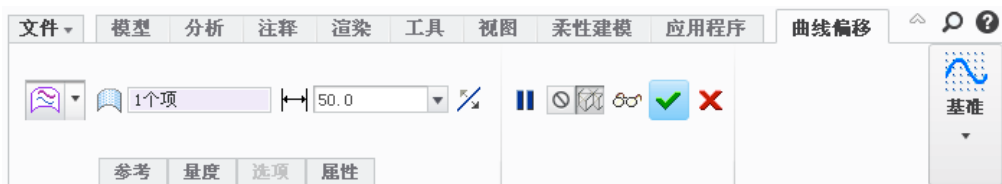

图 3.3.16 “曲线偏移”操控板
Step3. 单击 **模型** 功能选项卡 **编辑** ▾ 区域中的“偏移”按钮 ，系统弹出图 3.3.16 所示的“曲线偏移”操控板。